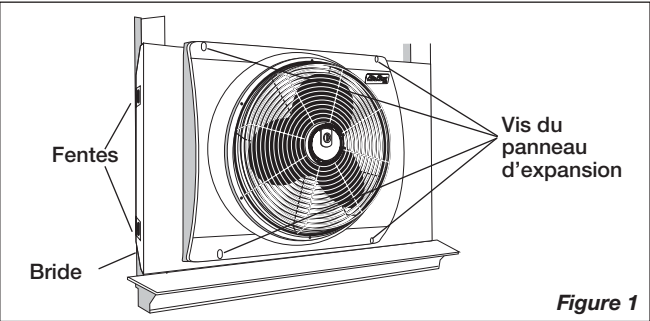

Figure 1
1.Desserrez les 4 vis du panneau d'extension et étendez les panneaux latéraux pour dégager le rebord extérieur de la boiserie de chaque côté de la fenêtre. (Figure 1)
3. Desserrez les 4 vis du panneau d'extension (Figure 1) et étendez les panneaux de chaque côté du cabinet jusqu'à ce que le ventilateur s'ajuste fermement entre les boiseries de gauche et de droite de la fenêtre.